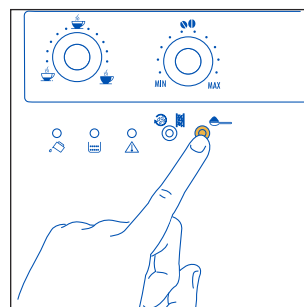

Рис. 18
1. Нажмите кнопку ☞ для использования молотого кофе, рис. 18. Индикатор в кнопке загорится, указывая, что функция задана, а кофемолка отключена.